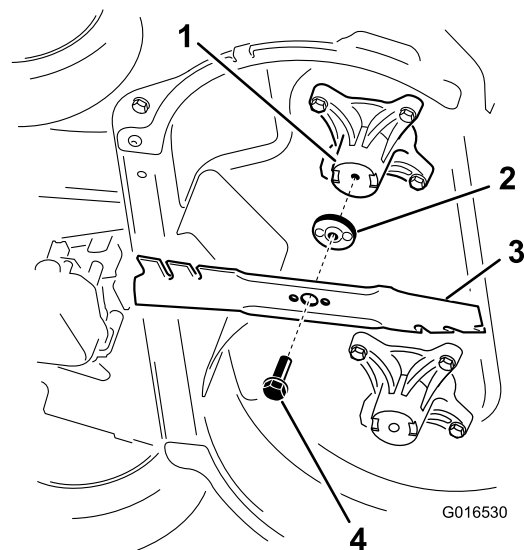

Figure 41
- Déposez chaque lame comme montré à la Figure 41.
- Montez la première lame de sorte qu'elle soit horizontale, et reposez toutes les fixations, comme montré à la Figure 41.